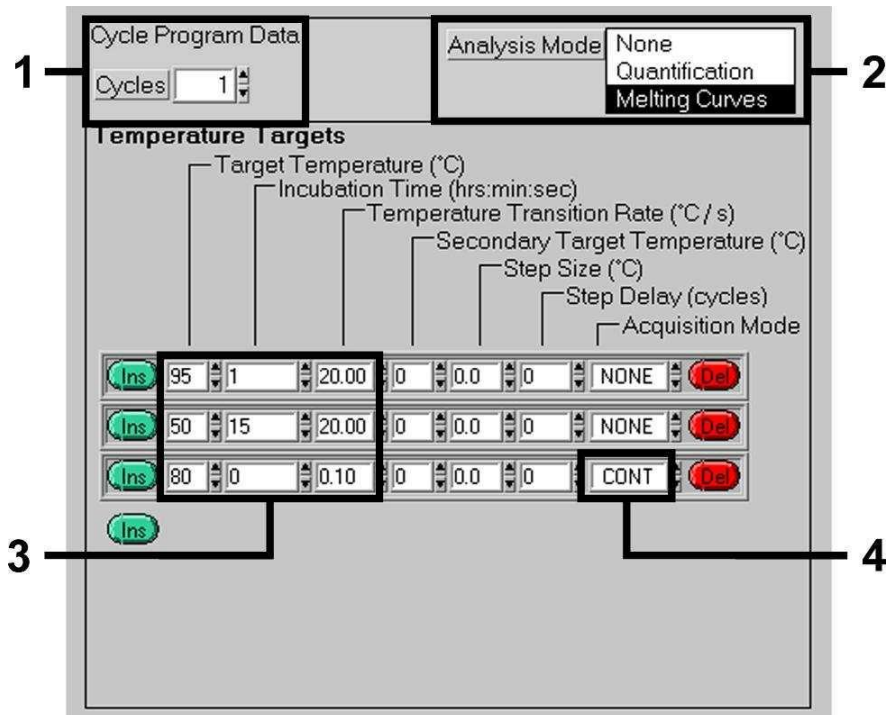

Fig. 6: Curva de melting.
- D. Curva de *melting* (**opcional**) Fig. 6